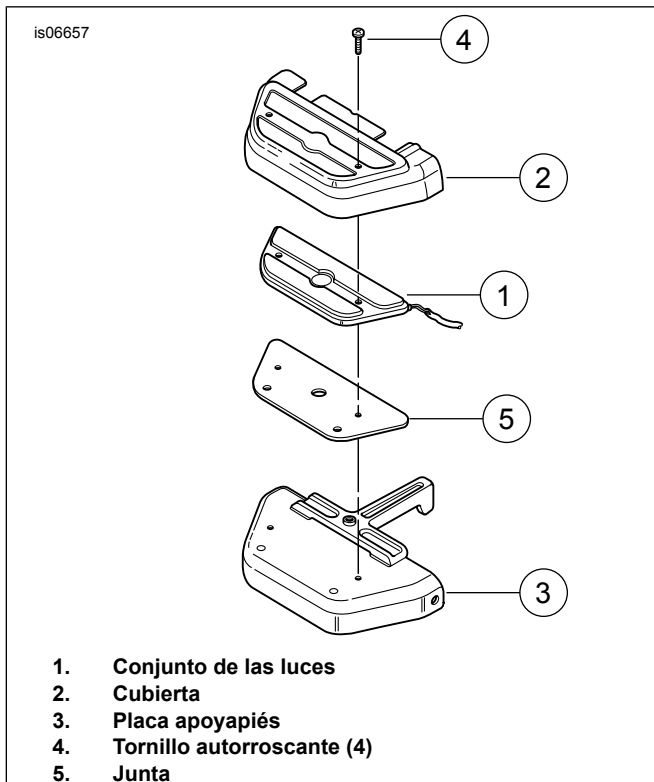

Figura 3. Instalación de la cubierta de la placa apoyapiés
1. Vea Figura 3. Arme el conjunto de las luces (1) en cada cubierta (2), y coloque el conjunto de la luz y la cubierta sobre la parte inferior de cada placa apoyapiés (3). Marque la ubicación de los agujeros de montaje.
5. Vea Figura 3. Aplique aceite ligero a las roscas de los cuatro tornillos autorroscantes (4) proporcionados en el kit. Instale los tornillos parcialmente en los dos agujeros perforados en cada placa apoyapiés (3); esto comenzará a formar roscas en la placa apoyapiés. Quite los tornillos, limpiando cualquier material suelto de los agujeros, y limpie el aceite que quede en las placas apoyapiés.
6. Vea Figura 3. Coloque la junta (5) en cada placa apoyapiés, pero no retire la parte trasera hasta verificar la alineación. Coloque el conjunto de las luces (1) en cada placa apoyapiés (3), y verifique la alineación de la junta y del conjunto de las luces. La junta debería estar a nivel con el conjunto de las luces en todo el borde alrededor de la luz. Si es necesario, marque la ubicación correcta de la junta.
7. Quite el respaldo de la junta (5) y aplique a cada placa apoyapiés (3).
8. Instale el conjunto de las luces (1) y la cubierta (2) en cada placa apoyapiés utilizando dos tornillos autorroscantes (4) proporcionados en el kit, asentando completamente cada tornillo.